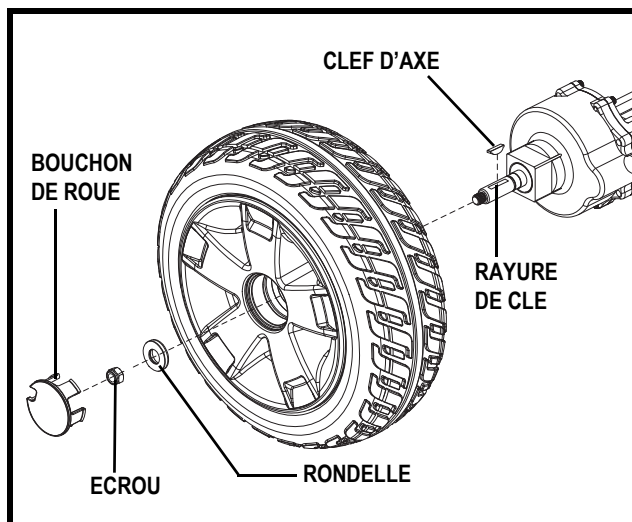

Figure 25. Enlèvement de la roue motrice
3. Retirez l'écrou et la rondelle de roue motrice sur l'essieu. **Voir la figure 25.**
5. Remettez la roue en place. Assurez-vous que la clé est bien ancrée dans la rainure de clé. **Voir la figure 25.**